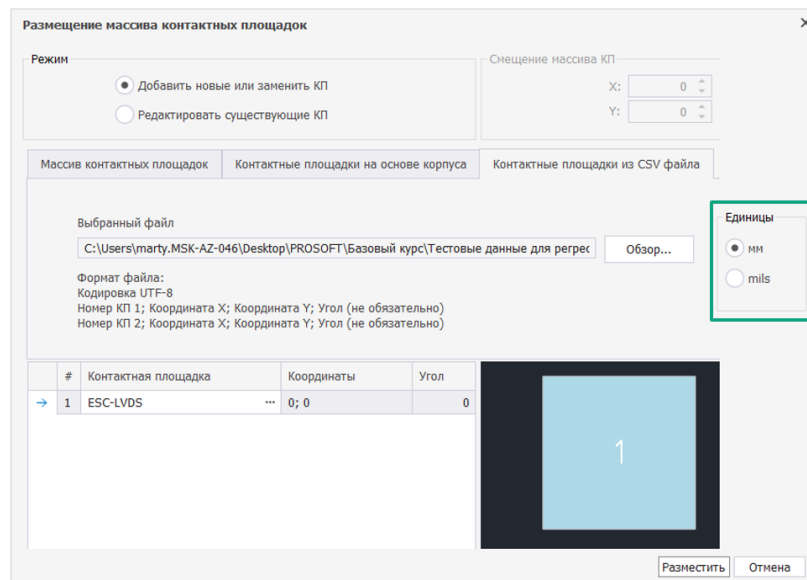

Рис. 103 Изменение единиц измерения
4. При необходимости изменить используемые единицы с помощью переключателя «Единицы», см. Рис. 103.